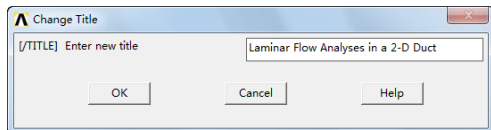

图 5-5 “Change Title”对话框
②定义工作标题：依次选择 Utility Menu→File→Change Title，会出现“Change Title”对话框，在对话框中输入工作标题“Laminar Flow Analyses in a 2-D Duct”，如图 5-5 所示，单击“OK”按钮关闭对话框。